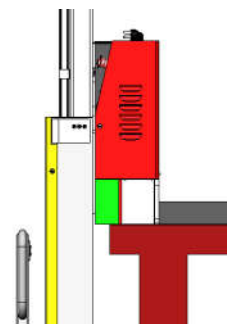

Fig. 9: Posizione della
1. Nella fase 4, il sollevatore deve mantenere il bordo della piattaforma nell'area verde (area operativa sicura) sotto la cornice del pallet. L'area rossa è la delimitazione dell'area come mostrato in fig.9. Non è consentito l'utilizzo del presente carrello in aree diverse da quella verde e quella rossa.
Come mostrato in fig. 9, parcheggiare il carrello in sicurezza e attivare il pulsante di emergenza (11). Aprire la copertura principale (14). Girare la vite